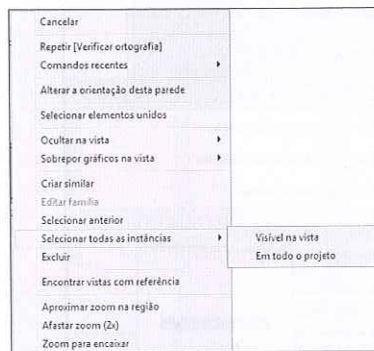
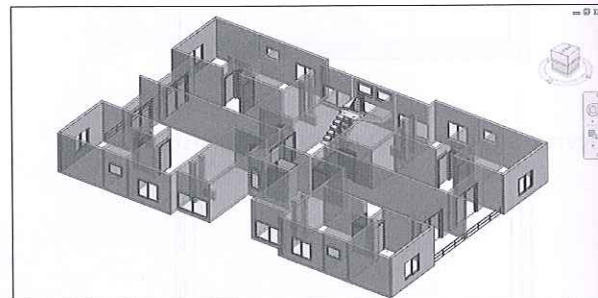

Figura 5.93 – Seleção de todas as instâncias.
Figura 5.94 – Seleção de todas as paredes de um mesmo tipo.
- Para modificar todas as paredes do mesmo tipo inseridas no projeto, selecione uma delas, clique no botão direito do mouse e escolha **Selecionar todas as instâncias** (Figura 5.93). Todas as paredes do mesmo tipo são selecionadas e ficam na cor azul (Figura 5.94). Em seguida, acesse **Propriedades** e altere as propriedades desejadas.